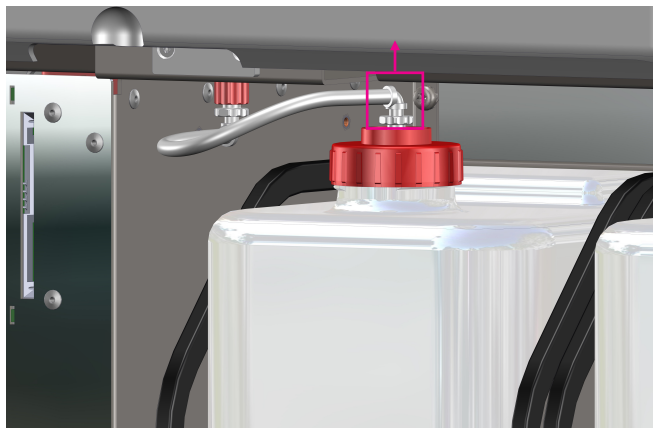

Figura 56
4. Desconecte o conector LUER da tampa de rosca do frasco de resíduos (Figura 56).